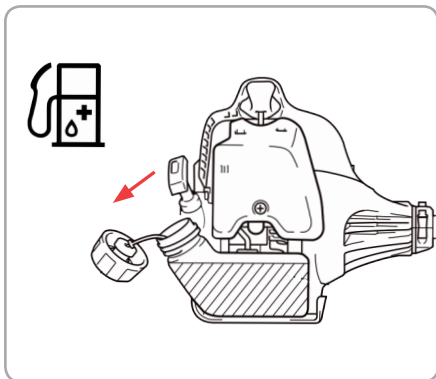

Fig.6
**Alimentarea cu combustibil (fig.6):**